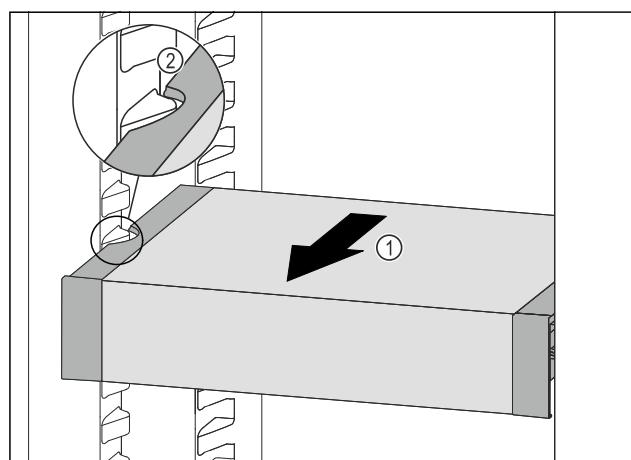

Fig. 96
- Trageți în față VarioSafe Fig. 96 (1), până când degajările laterale ale VarioSafe se află la înălțimea nervurii recipientului din frigider. Fig. 96 (2)